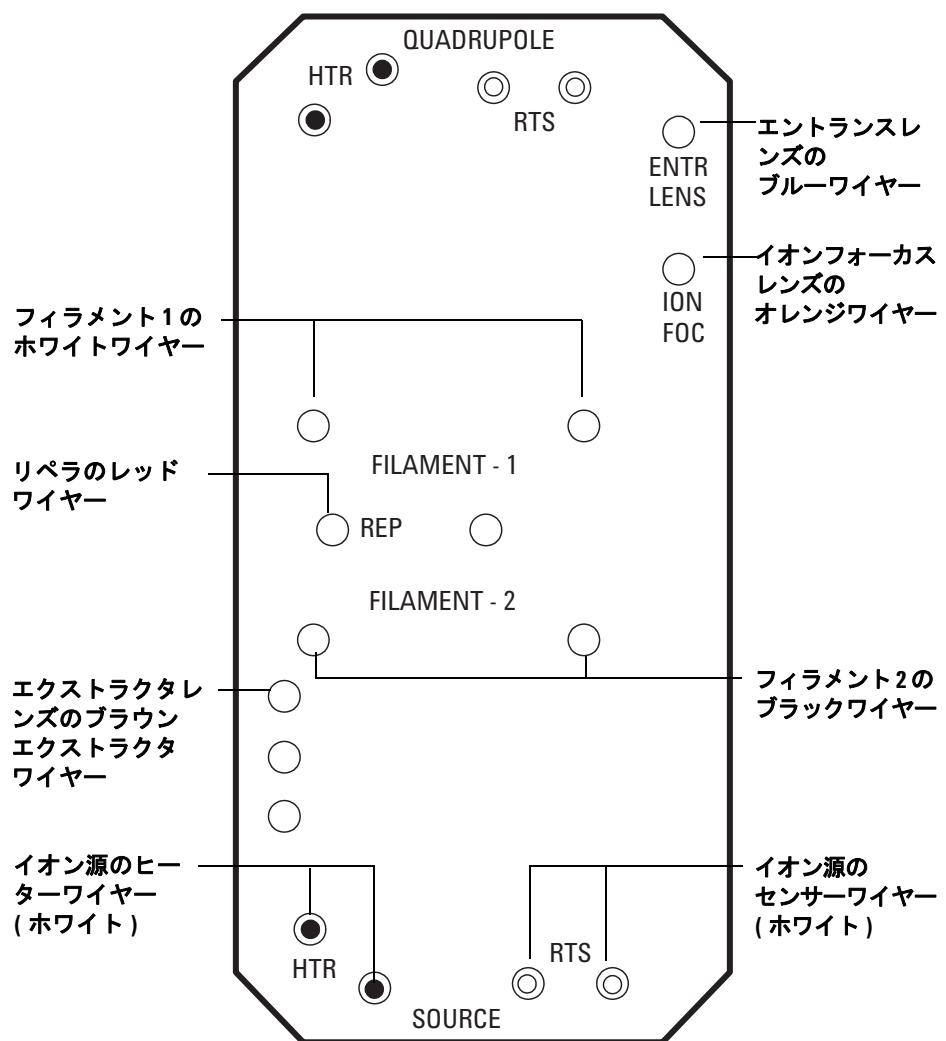
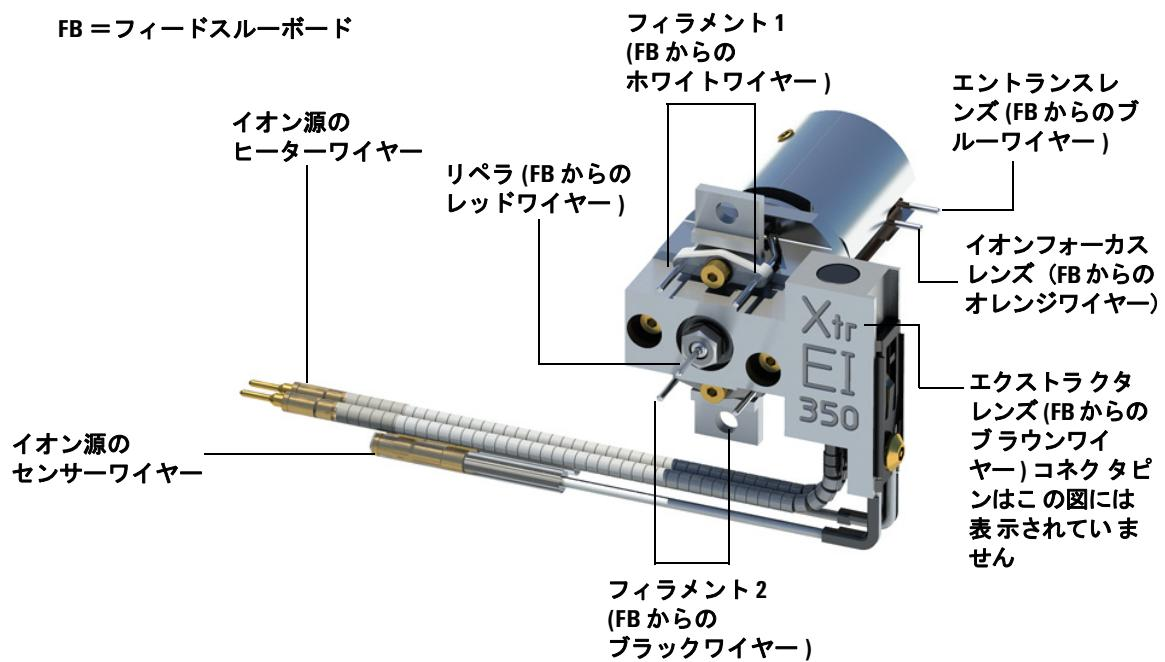

図 29 フィードスルーボード配線
図 30 イオン源の配線
- 166 ページ図 30 で示されているように、イオン源のケーブルを接続します。
配線は表 22、および 165 ページ図 29 と 166 ページ図 30 で説明されています。表の用語「ボード」はイオン源の隣にあるフィードスルーボードのことです。
- 4 (エクストラクタイオン源を除去する場合は、フィードスルーボードから茶色のエクストラクタ配線を取り外し、それを EI エクストラクタ搭載イオン源といっしょに保管してください)。166 ページ図 30 を参照してください。